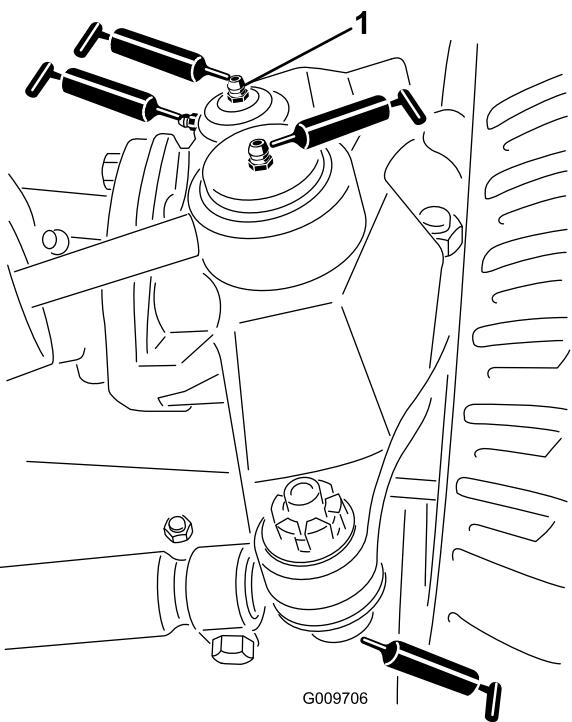

図 52
- 図52に示す、ステアリングシリンダのボールジョイント2ヶ所
- 図52に示す、タイロッドのボールジョイント2ヶ所
- 図52に示す、キングpinのブッシュ2ヶ所